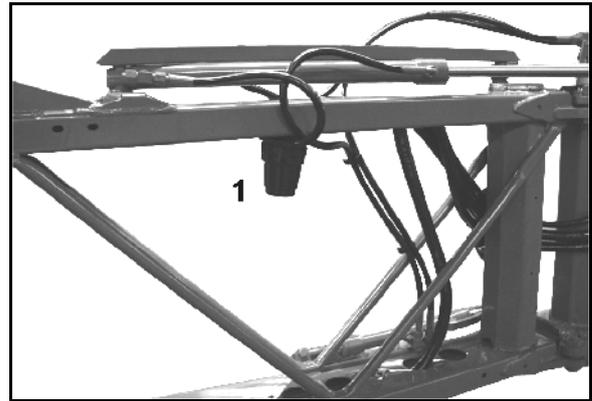

Fig. 205
- Según las condiciones de servicio, limpiar el filtro de los conductos (Fig. 205/1) cada 3 – 4 meses.